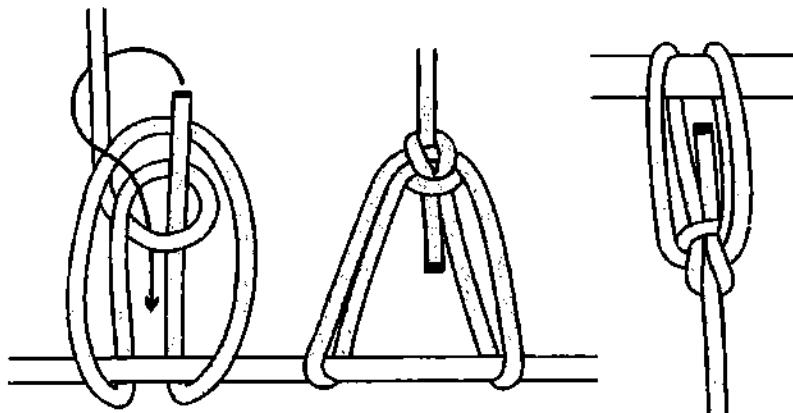

Рис. 506. Якорный узел.
**Якорный узел** работает только с опорой, так как без опоры петли выскользывают и узел развязывается (рис. 506). Узел нехитрый, быстро вяжется, легко развязывается и достаточно прочный и надёжный.